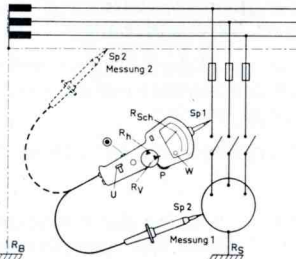

Abb. 2c: Messung von Schutzerdungen.
4. Überslagsmäßige Messung von Schutzerdungswiderständen (Abb. 2c) VDE 0100 § 9 Nb1 — ÖVE-E 40 § 13